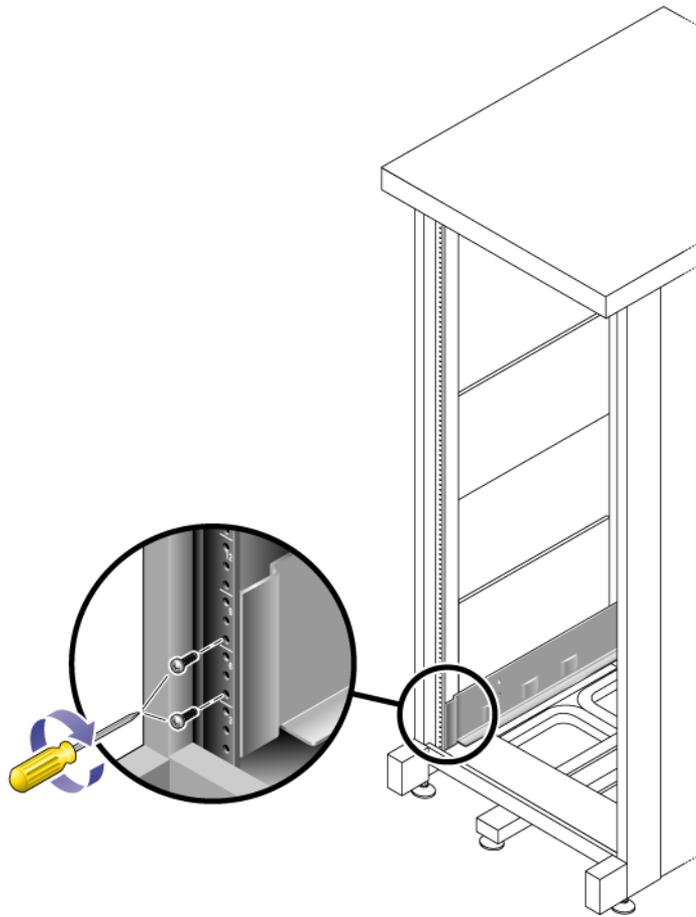

図 2-3 左側レールのキャビネット正面への固定
2. プラスのねじ回し (Phillips の 2 番) を使用して、左側のレールに 2 本の 8-32 ねじを挿入してしっかりと締め、キャビネットの正面に固定します (図 2-3)。